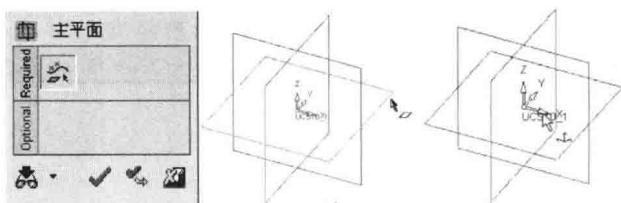

图 1-3 建主基准平面
(1) 草图绘制是建立实体的首要工作。画草图之前最好事先定义主平面,操作时可从菜单中选取“基准”→“基准面”→“主平面”,根据提示拾取一个坐标系,确认后可产生三个主平面如图 1-3 所示。